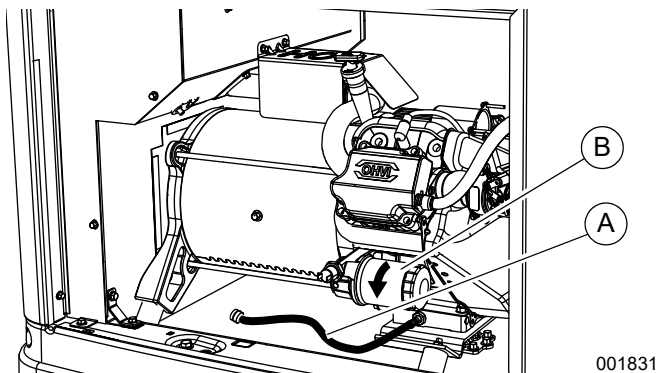
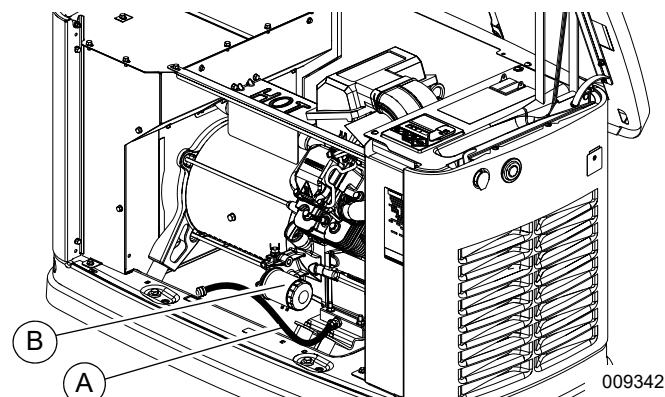
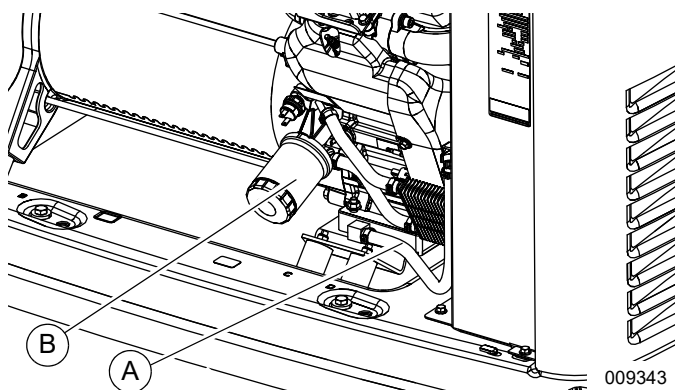

Figura 4-1. Ubicación del drenaje y filtro de aceite (10 kW)
Figura 4-2. Ubicación del drenaje y filtro de aceite (14 a 18 kW)
Figura 4-3. Ubicación del drenaje y filtro de aceite (20 a 24 kW)
- Consulte la **Figura 4-1**, **Figura 4-2** o **Figura 4-3**. Retire el panel delantero cuando la unidad esté fría. Libere la manguera de drenaje de aceite (A) del sujetador. Retire la tapa de la manguera de drenaje de aceite y deje el extremo libre en un recipiente adecuado. Vacíe el aceite.